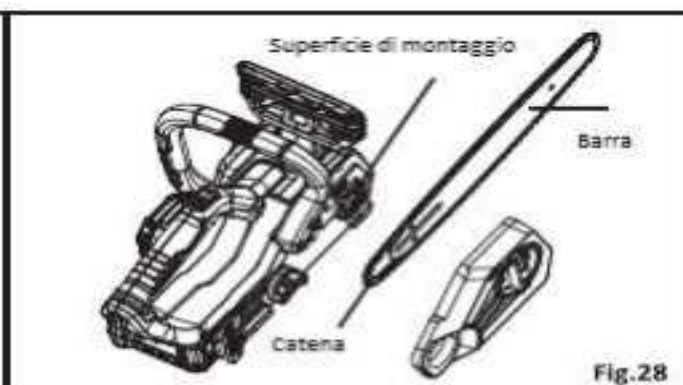

Fig.28
- Rimuovere il copricatena. Rimuovere la barra e la catena dalla superficie di montaggio. Rimuovere la vecchia catena dalla barra. (Ved. Fig. 28)